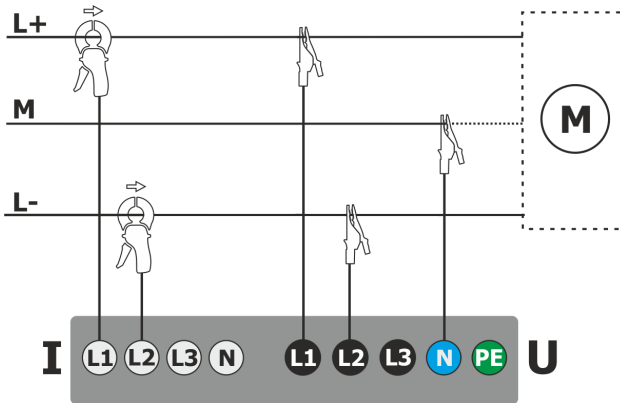

Abb. 46. Schaltbild – DC+M Netz (bipolar)
- DC+M – zwei-Spannungs DC Netz mit Mittelpunkt (Abb. 46)
- In DC Netzen ist es möglich den Strom mit Zangen C-5(A) zu messen